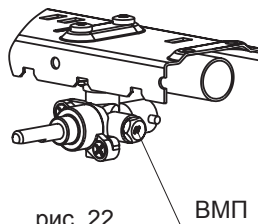

рис. 22
26.2. Проведение замены винтов малого пламени (ВМП) в кранах горелок стола (рис. 22):